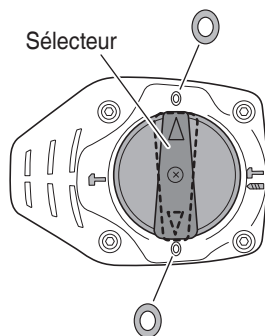

Fig. 9
- (2) Pour fixer la position de travail d'outils tels que ciseau à froid, etc.
- (a) Tournez le levier du sélecteur. Alignez ▲ du levier du sélecteur et © du couvercle de la manivelle comme illustré à la Fig. 9.